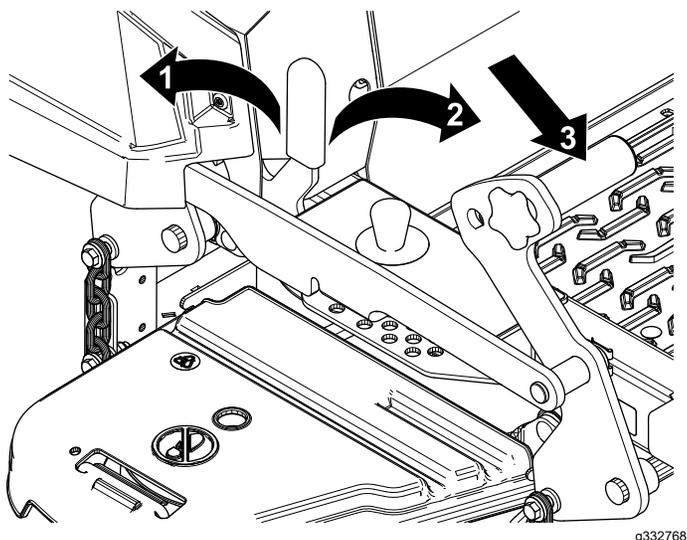

Рисунок 29
1. Нажмите педаль подъема деки до упора вперед, чтобы заблокировать деку газонокосилки в ТРАНСПОРТНОМ положении (Рисунок 29).
2. Нажмите вперед педаль подъема деки вперед и нажмите вперед транспортный фиксатор в положение РАЗБЛОКИРОВАНО, затем медленно опустите деку газонокосилки (Рисунок 29).